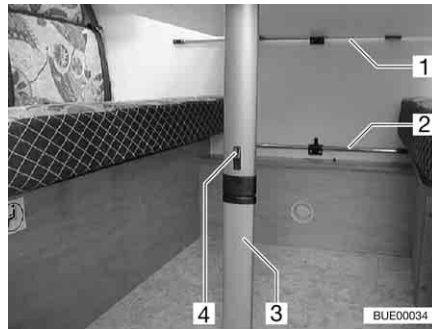

Fig. 71 Table suspendue à pied articulé
- Pousser le dispositif de blocage (Fig. 71,4) vers le plateau de table.
- Rabattre le pied (Fig. 71,3) à 90°.
- Décrocher la table suspendue du rail d'accroche supérieur (Fig. 71,1).
- Accrocher la table suspendue dans le rail d'accroche inférieur (Fig. 71,2) et la poser sur l'articulation du pied de la table.